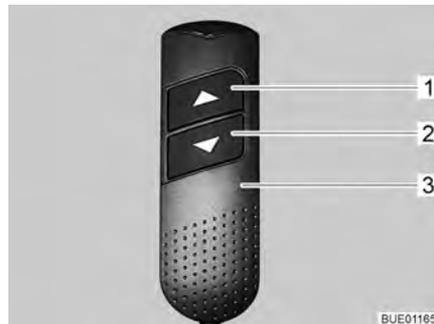

Fig. 76 Commande manuelle
- Sur la commande manuelle (Fig. 76,3), appuyer en même temps sur les touches fléchées (Fig. 76,1 et 2) et les maintenir pressées jusqu'à ce que le lit escamotable soit entièrement remonté et qu'un bip sonore soit audible.
- Sur la commande manuelle (Fig. 76,3), appuyer sur la touche fléchée inférieure (Fig. 76,2) et la maintenir pressée jusqu'à ce que le lit escamotable soit descendu en position finale.
- Sur la commande manuelle (Fig. 76,3), appuyer sur la touche fléchée supérieure (Fig. 76,1) et la maintenir pressée jusqu'à ce que le lit escamotable soit monté en position finale.
- Après la réinitialisation, déplacer le lit escamotable avec la touche fléchée (Fig. 76,1 ou 2) dans le sens inverse jusqu'en butée.